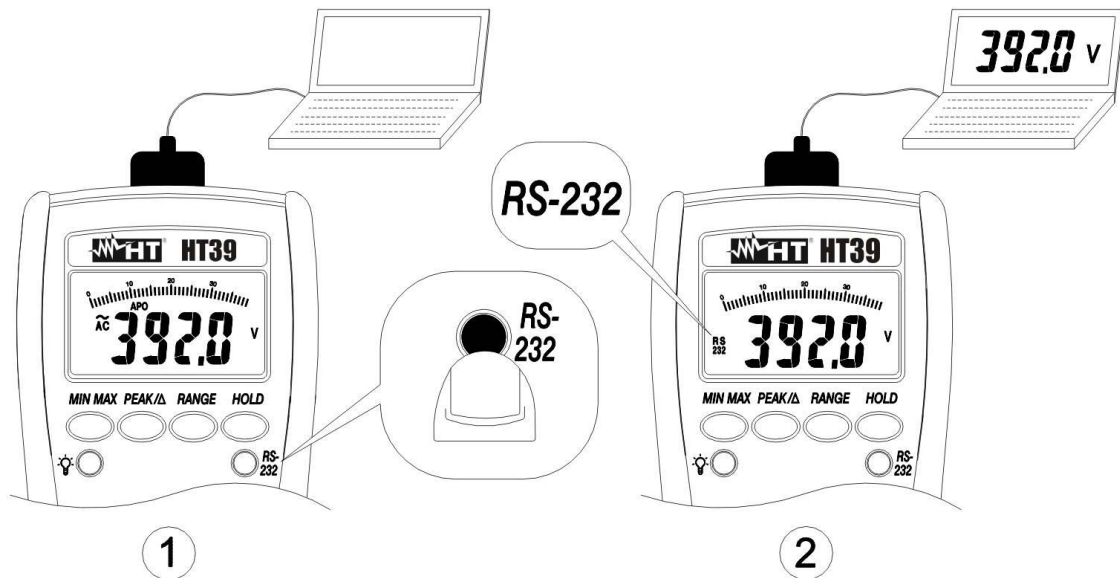

Fig. 2: Collegamento dello strumento con PC
1. Inserire l'apposito connettore ad incastro del cavo seriale sulla fessura presente nella parte superiore dello strumento (vedere la Fig. 2).